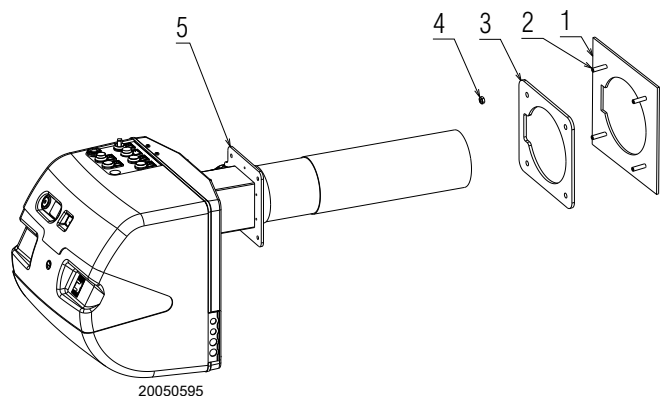

图 20
- 警告: 使用合适的密封胶并且检查燃气密封状况 (图 20)。